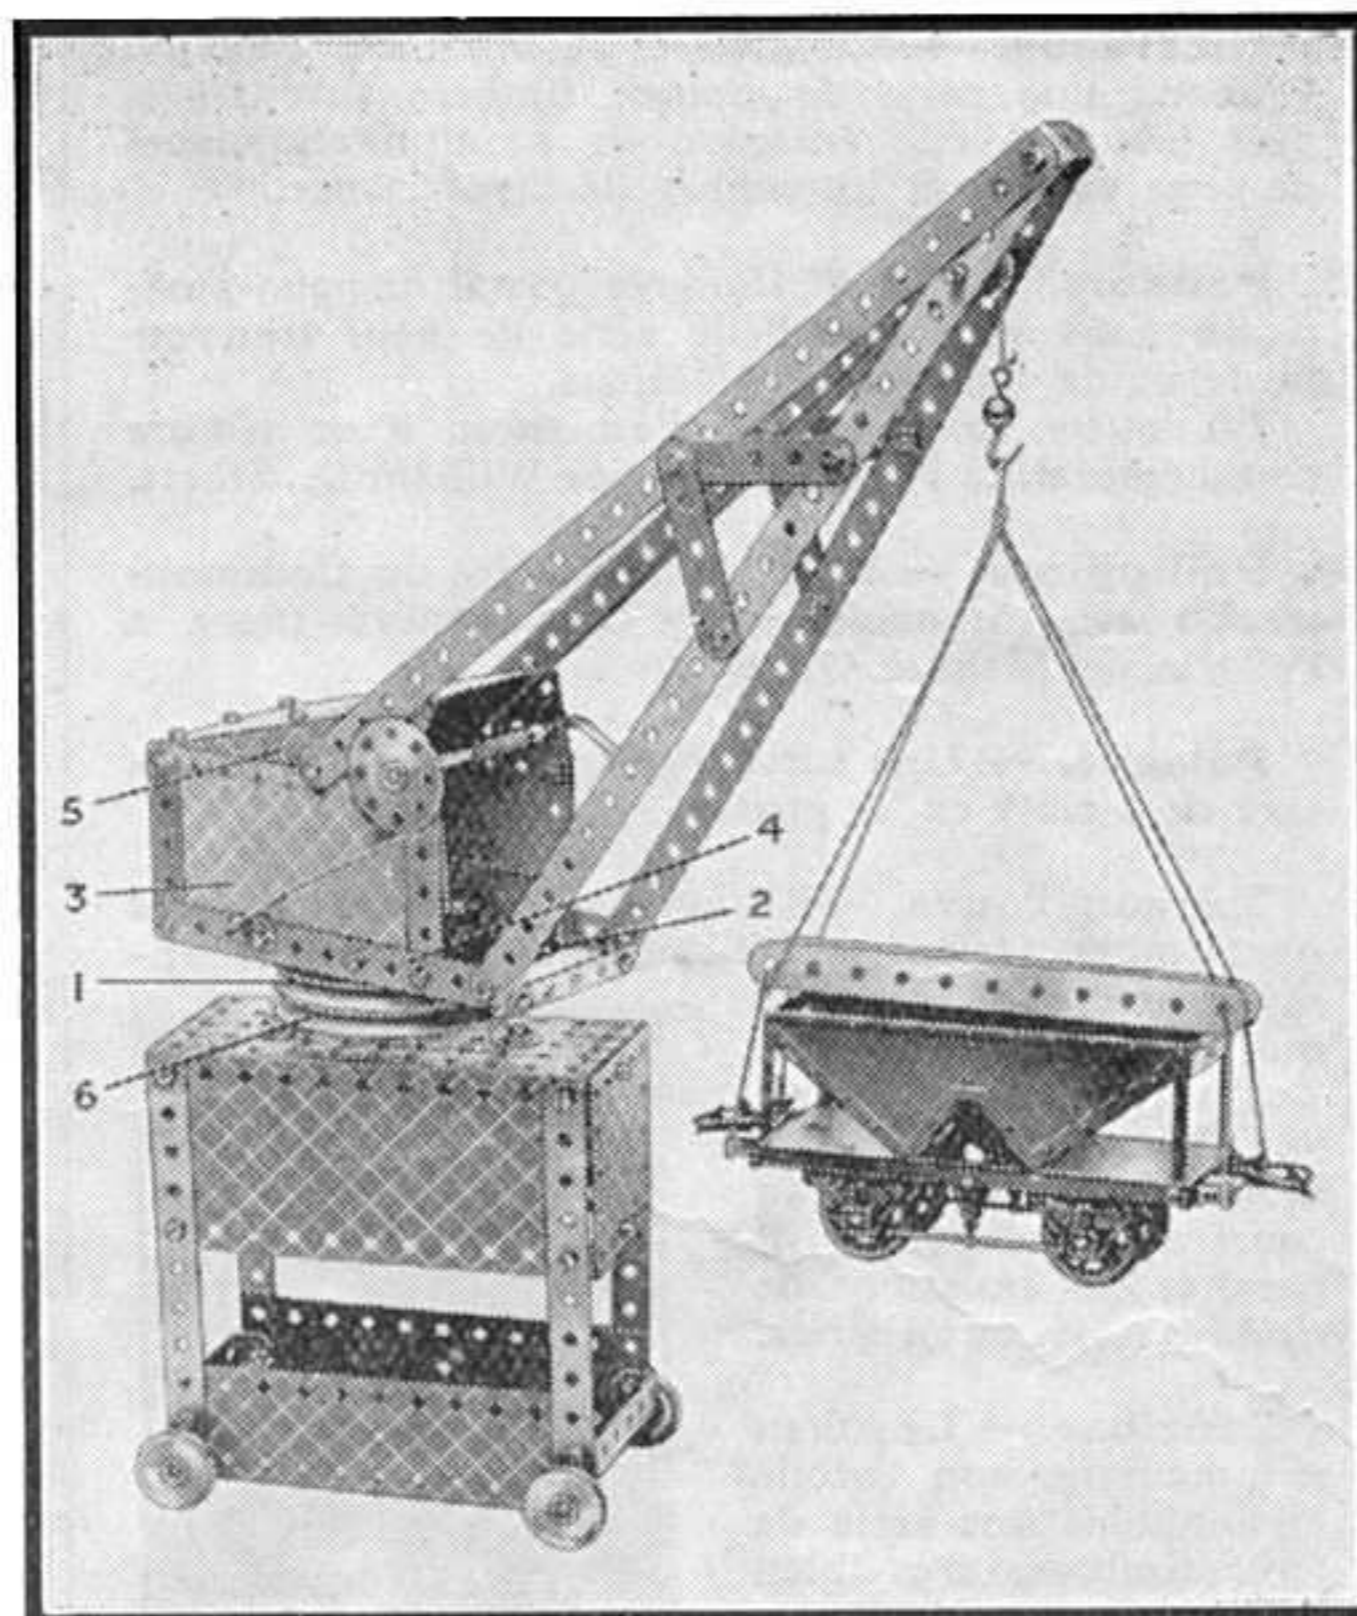

Fig. 4. — Grue (Boîte C).
La grue représentée sur la figure 4 peut être construite avec le contenu de la Boîte C. La base de la superstructure rotative est montée sur une Plaque à Rebords de 60×38 mm. qui est fixée, avec une Bande Coudée de 60×12 mm., à une Poulie de 7 cm. 1/2 1. Les rebords verticaux de la Plaque 2 et de la Bande coudée sont munis de Plaques Flexibles de 11 1/2 × 6 cm. 3 et de trois Bandes dont deux de 6 cm. et une de 14 cm. (4). (Suite page 90.)